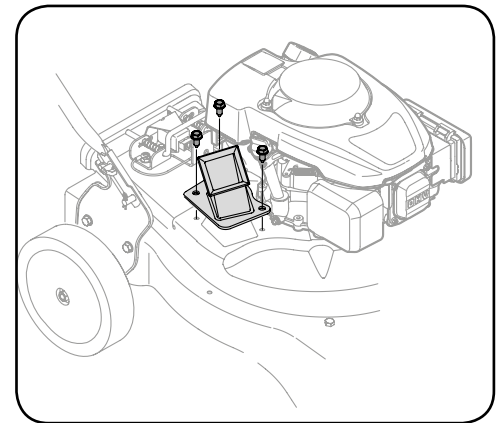

Рисунок 5-4
3. Выкрутите три винта с шестигранной головкой, которыми канал измельчителя крепится к верхнему кожуху. См. рисунок 5-4.